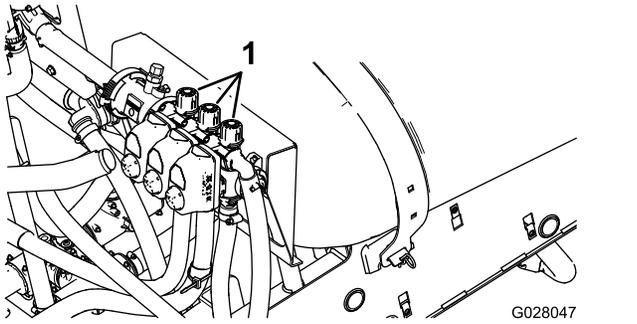

Bild 86
2. Stellen Sie den linken Abschnittschalter aus und das Auslegersicherheitsventil (**Bild 86**) ein,
4. Stellen Sie das rechte Abschnittssicherheitsventil (**Bild 86**) ein, bis der Druck am vorher angepassten Niveau (normalerweise 2,76 bar) liegt.
6. Stellen Sie das mittlere Abschnittssicherheitsventil (**Bild 86**) ein, bis der Druck am vorher angepassten Niveau (normalerweise 2,76 bar) liegt.